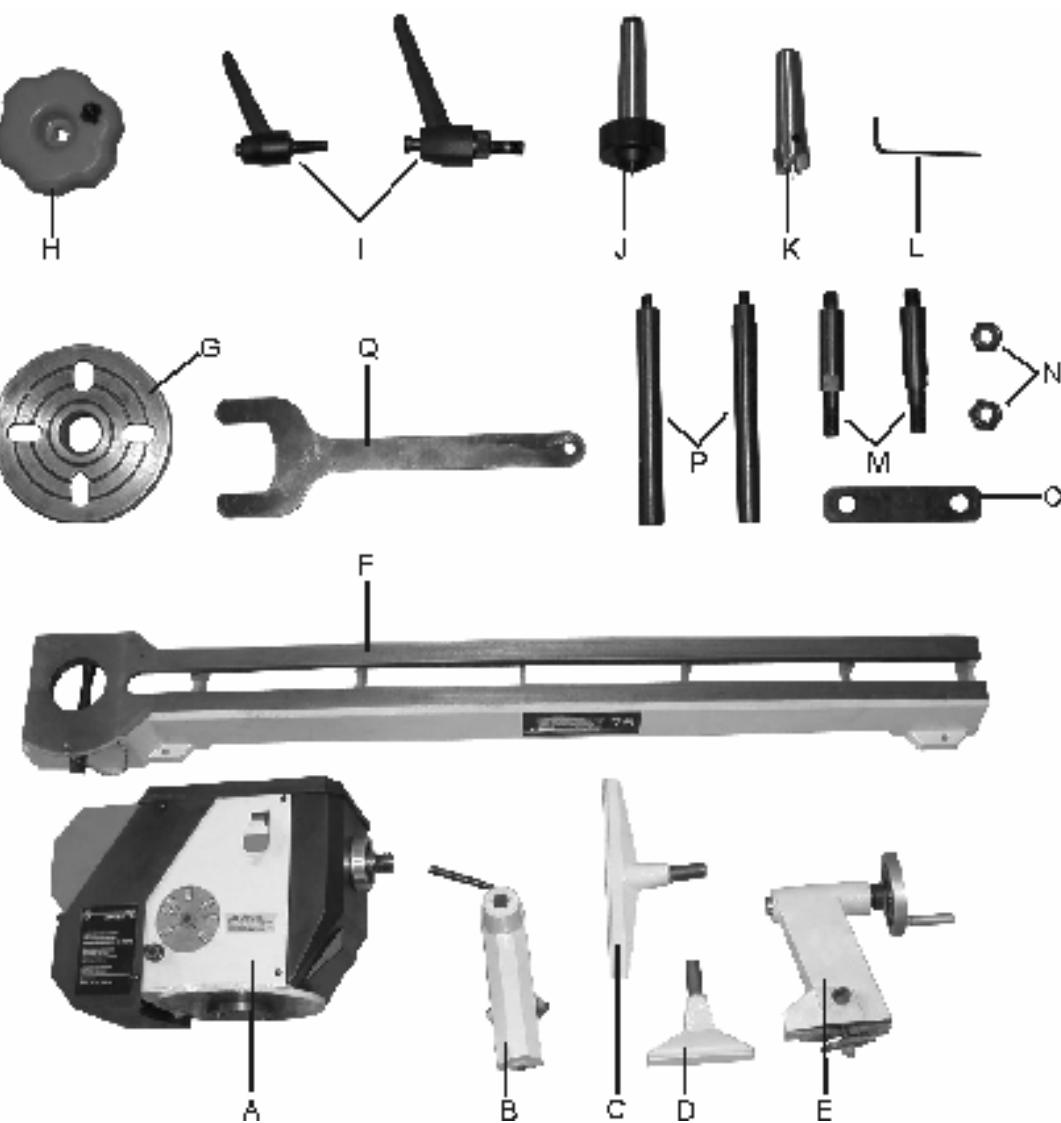

Рис.1
3.1. В комплект поставки (Рис.1) входит:
- 6.3. Проверить комплектность машины согласно (Рис.1).